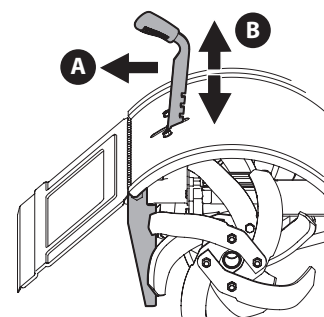

Figure 13
3. Déplacez le levier de réglage de la profondeur complètement vers le bas à la position de transport pour que les dents ne touchent pas le sol. Pour changer le réglage de la hauteur, tirez sur le levier de réglage de la hauteur (A) et vers le haut ou vers le bas (B), ensuite relâchez-le à la position voulue. Voir Figure 13.